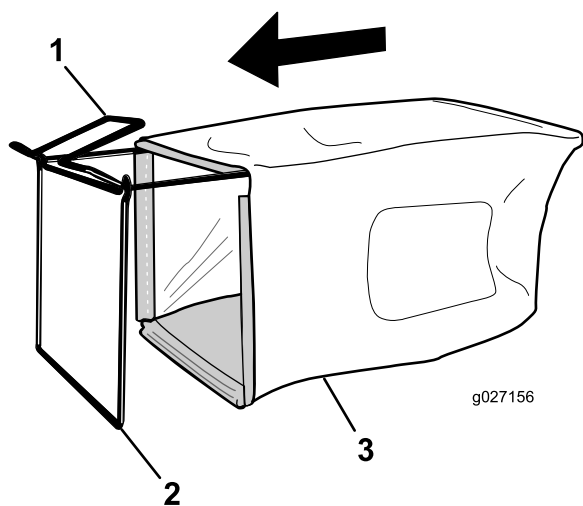

Рисунок 6
1. Установите мешок для травы на раму, как показано на Рисунок 6.
Примечание: Не надевайте мешок на ручку (Рисунок 6).